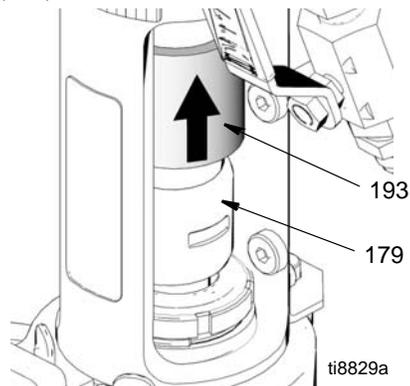

FIG. 15
5. (Fig. 15) Glisser le couvercle (193) du manchon vers le haut pour entièrement dégager les manchons de la tige (179).